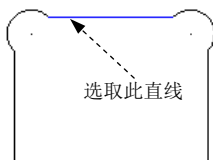

图 7.5.42 选取直线
Step3. 定义图素。选取图 7.5.42 所示的直线,系统会自动串连与它相连的图素并添加串连方向,如图 7.5.43 所示;单击 **✓** 按钮完成图素的定义,同时系统弹出图 7.5.44 所示的“外形分析”对话框。